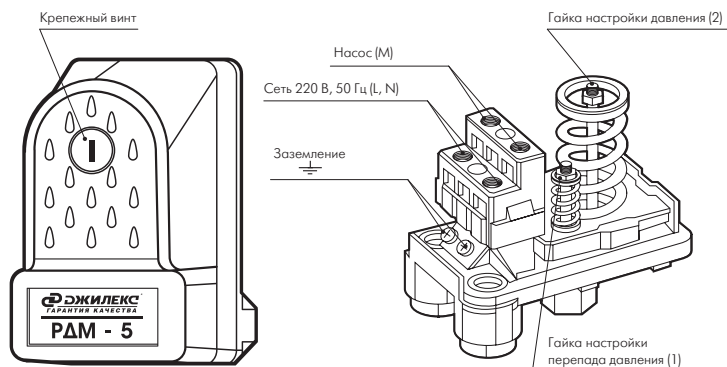

Рисунок 4
- отвинтив крепежный винт (рисунок 4), снимите крышку реле. Верхний и нижний предел давления «РДМ-5» регулируется гайкой (2), фиксирующей положение пружины. Чтобы увеличить значение верхнего и нижнего предела давления, закручивайте гайку по часовой стрелке. Чтобы уменьшить, откручивайте гайку против часовой стрелки.